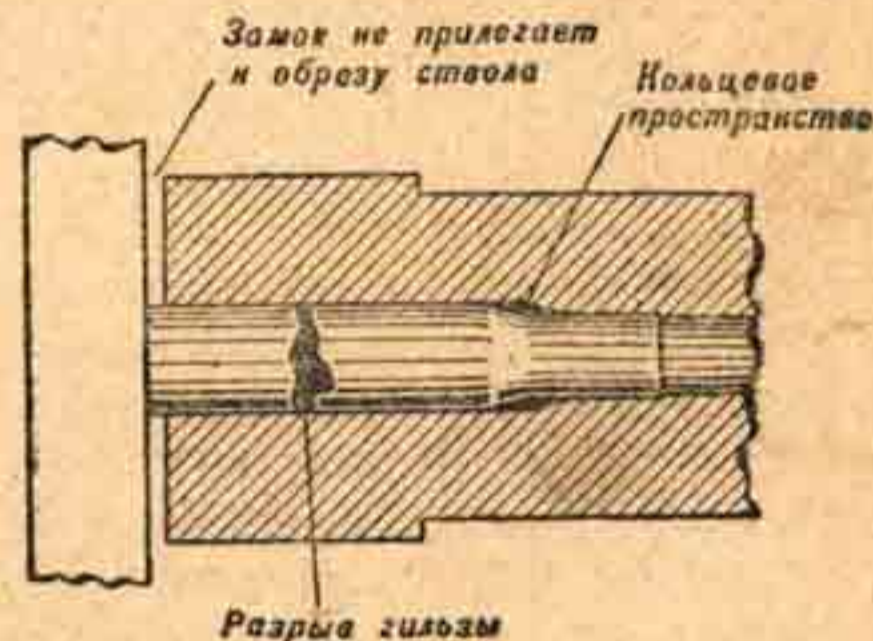

Рис. 38. Поперечный разрыв гильзы.
**5. Недоход замка. Первый случай. Поперечный разрыв гильзы.** Причина задержки следующая. Вследствие осадки металла трубки замочных рычагов или гайки шатуна и замок неплотно прилегают к обреза ствола, отчего между скатом гильзы и стенкой патронника остается свободное кольцевое пространство. При выстреле газы досылают переднюю часть гильзы вперед. Задняя часть при этом удерживается боевой личинкой. Гильза рвется поперек (рис. 38).